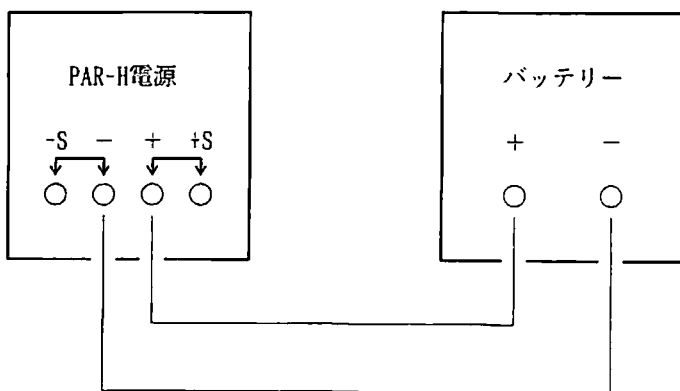

図 9
- 1) OUTPUT・LED⑩が消灯していることを確認します。
- 2) LOAD・キー⑩をしばらく押し続けLOAD・LEDを点灯させます。
- 3) 図9のように本器とバッテリーを接続してください。